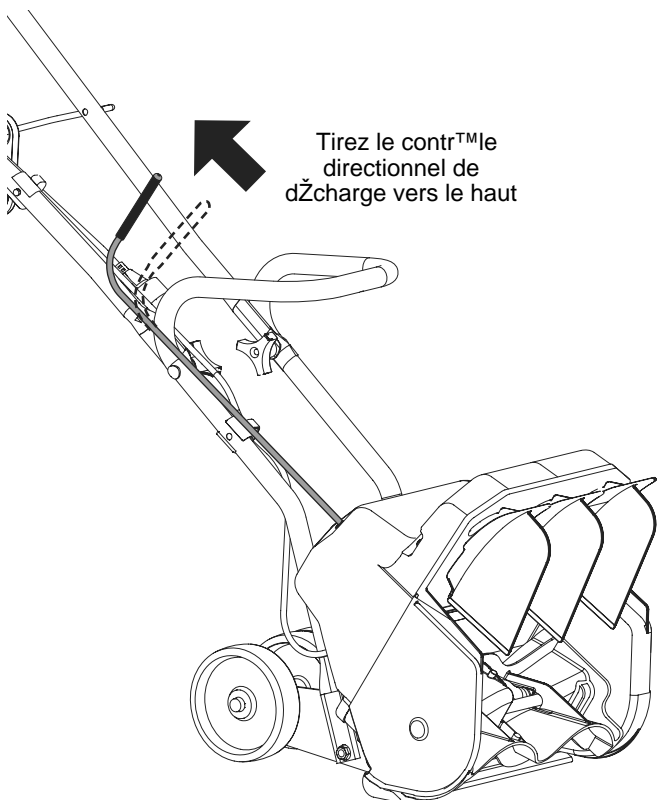

Fig. 6
2. Saisissez fermement la poignée du contrôle directionnel de décharge et tirez vers le haut. Ceci dégage la tige, sous tension de ressort, de la fente de direction de décharge actuelle, et libère son mouvement (Fig. 6).
- ¥ Si vous transportez la machine avec les poignées pliées, veillez à ne pas toucher ou plier accidentellement la commande directionnelle de décharge (Fig. 6). Si vous pliez ou endommagez la commande, vous ne pourrez plus régler les vannes.